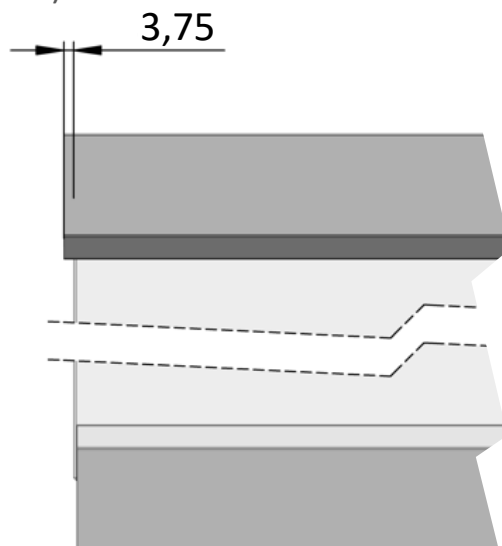

Figura 17
- Cuando dos secciones se unan por el carril superior o inferior (por ejemplo, secciones a distinta altura) el perfil del lado de la unión sobresaldrá 3,75 mm del cristal, en vez de el 1,25mm estándar (figura 17).